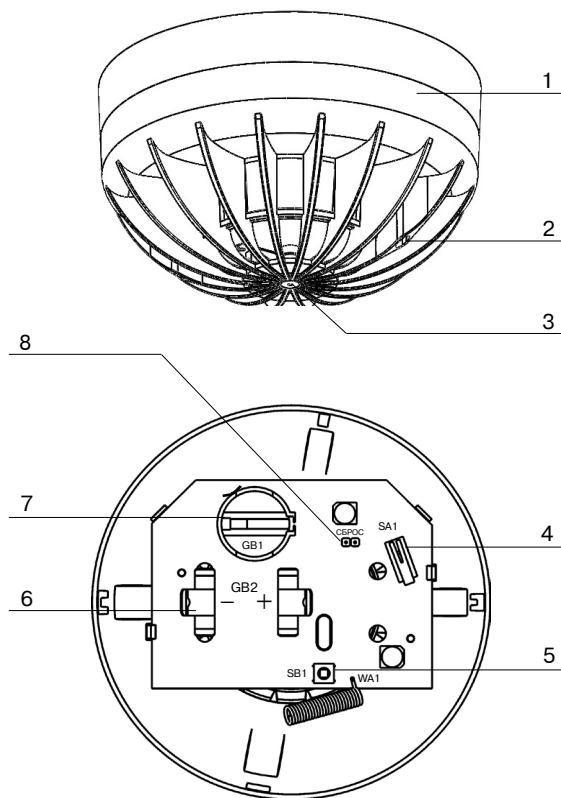

Рисунок 1
3. Для «сброса» извещателя замкните контакты «СБРОС» на плате извещателя (см. рисунок 1, поз. 8).